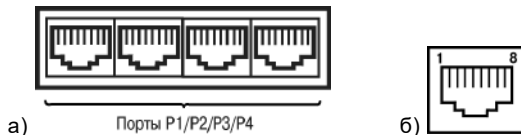

Рисунок 3.4 – Нижняя поверхность ПЛК304 с последовательными портами (а), выполненными под разъем типа 8P8C (RJ45) (б)
3.1.6 На нижней поверхности ПЛК304 расположены четыре последовательных порта (см. рисунок 3.4, а), выполненные под разъем типа 8P8C (RJ45) (рисунок 3.4, б). Монтаж контактов портов приведен в таблице 3.3.